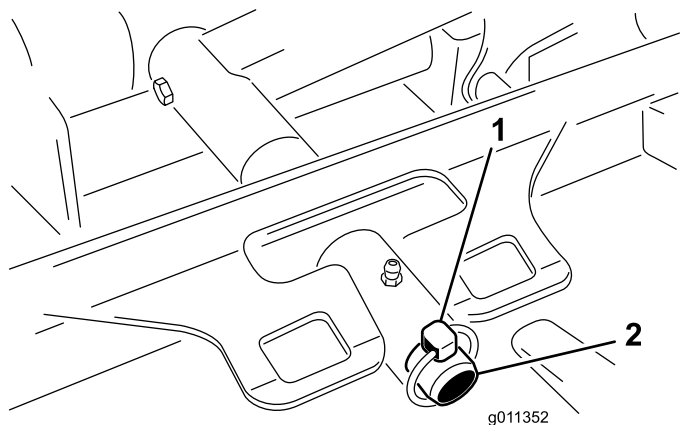

Figura 72
3. Retire o pino de sujeição (para máquinas Groundsmaster 4500) ou porca de bloqueio (para máquinas Groundsmater 4700) que fixa a estrutura de suporte da plataforma ao pino da articulação do braço de elevação (Figura 72).
2. Deslize a estrutura de suporte da plataforma até que esta fique sobre o pino da articulação do braço de elevação (Figura 72). Prenda a plataforma ao pino com o pino de sujeição (para máquinas Groundsmaster 4500) ou a porca de retenção (para máquinas Groundsmaster 4700).